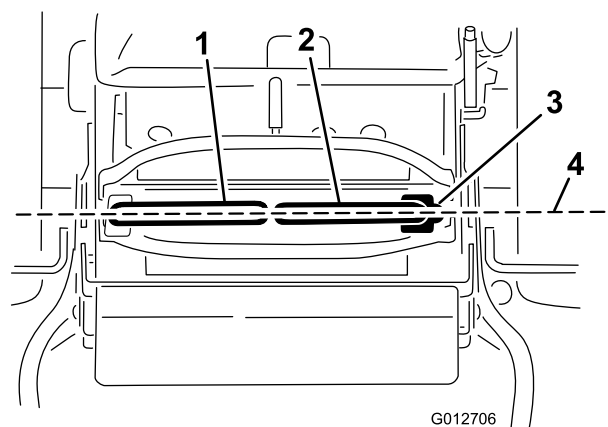

Figure 69
**Important:** Assurez-vous que l'alignement des roues de la machine est correct après avoir réglé les leviers de commande de déplacement. La procédure est identique pour régler l'alignement des roues et aligner les leviers de commande de déplacement longitudinalement (Figure 69).
1. Une fois le réglage horizontal terminé, contrôlez l'alignement avant/arrière en poussant légèrement les leviers de commande vers l'avant pour rattraper le mou de la timonerie des leviers de commande (Figure 69).